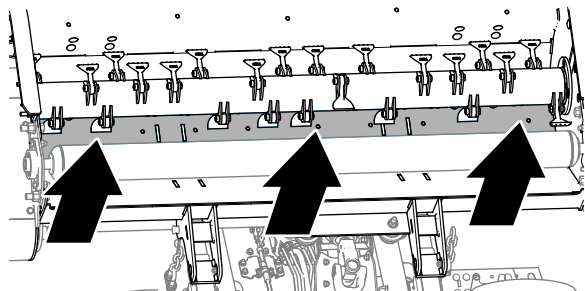

Figura 2
2. Limpe a parte inferior da plataforma como se mostra na Figura 2.